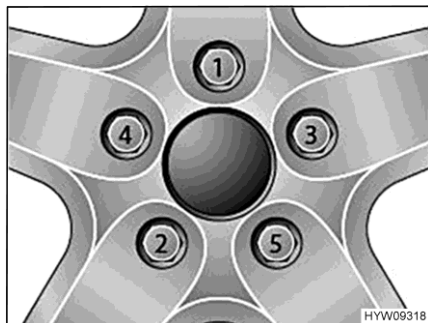

Bild 105 Dra fast hjulmuttrarna eller hjulbultarna korsvis
- Dra fast hjulmuttrarna eller hjulbultarna i den ordning som anges i Bild 105. Använd en momentnyckel och observera det angivna åtdragningsmomentet (se avsnitt 14.5).
- Kontrollera regelbundet att hjulmuttrarna eller hjulbultarna är ordentligt åtdragna. Om du har bytt däck ska hjulmuttrarna eller hjulbultarna dras åt efter 5 mils körning. Följ den ordning som anges i Bild 105.
- Då nya eller nylackerade fälgar används bör hjulmuttrarna eller hjulbultarna dras åt efter ca 100 till 500 mil. Följ den ordning som anges i Bild 105.